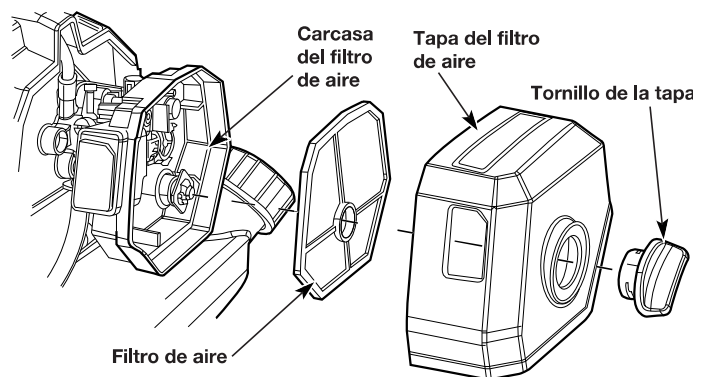

Fig. 25
1. Desenrosque el tornillo de la carcasa. Retire la tapa del filtro de aire de la caja (Fig. 25).
4. Vuelva a colocar el filtro de aire en la caja (Fig. 25).
5. Inserte la pestaña que tiene la tapa del filtro en el orificio que tiene la caja. Empuje la tapa sobre la caja del filtro. Coloque el tornillo de la carcasa en la tapa. Ajuste el tornillo para afirmar la tapa del filtro (Fig. 25).